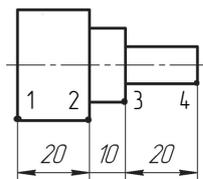

Рис. 3.7-1
Нанести серию линейных цепных размеров, как это показано на рис. 3.7-1.
2. В ответ на запрос системы *Укажите первую точку привязки размера* указать точку 1 (рис. 3.7-1).